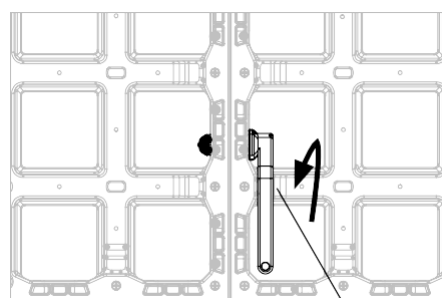

Fig. A3.03c
2. Завъртете ръкохватката, докато излезне напълно в отвора за свързване на елемента. (Fig. A3.03c + A3.03d)